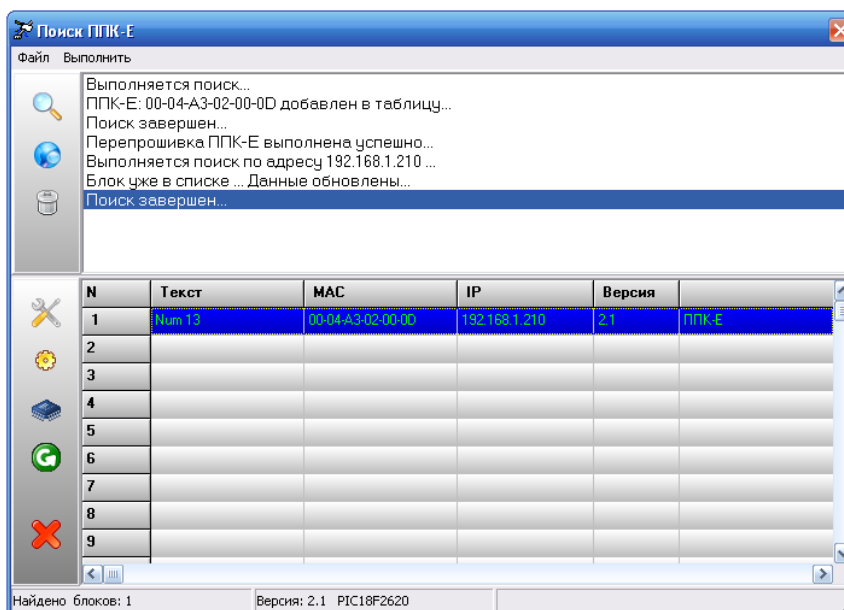

Рисунок 64 – Обновления программного обеспечения завершено
5. По завершении обновления в верхней части окна появится текстовое сообщение об успешном завершении программирования (см. Рисунок 64).